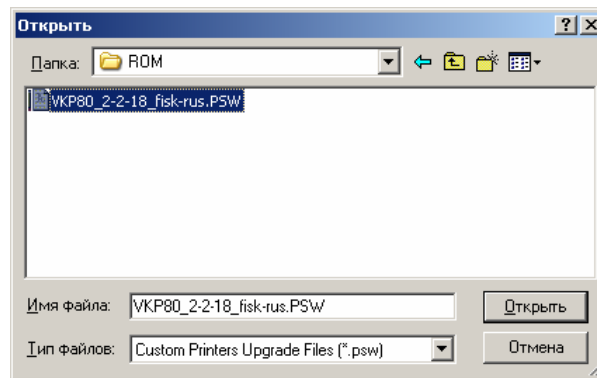

Рисунок 5 – Выбрать файл ПО.
2.8. Укажите путь к файлу с ПО (*VKP80\_2-2-18\_fisk-rus.PSW*) (см. рис. 5).